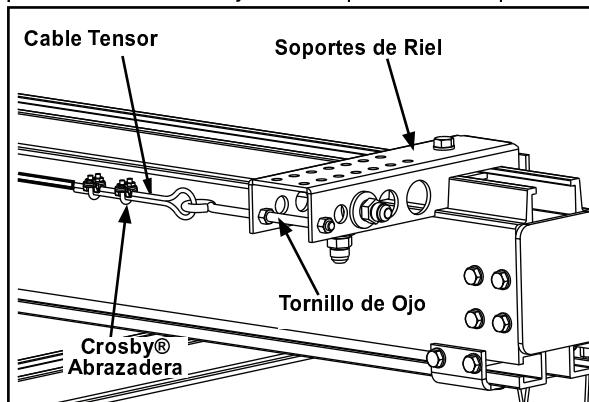
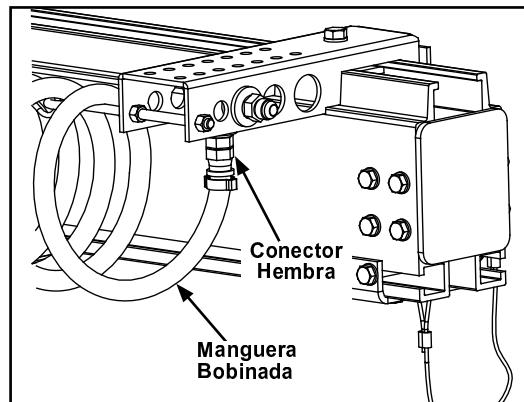

Figura 3-118
Figura 3-119
- Paso 4. Apriete M12 x 50 mm HHCS para asegurar soporte al Riel. Apriete tornillos hasta asentar + 1/4 vuelta. No apretar de más, puede doblar soporte. Vea Figura 3-118 y Figura 3-119.
- Paso 9. Instale tornillo de ojo y cable tensor atreves de las bobinas de la manguera. Continúe pasando el cable por las bobinas de manguera hasta el ensamble de soporte del otro extremo del riel. Vea Figura 3-118.